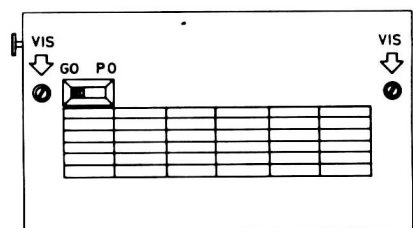

FIG. 2
- 2 - ôter la face arrière en enlevant les deux vis indiquées par la figure 2 ;